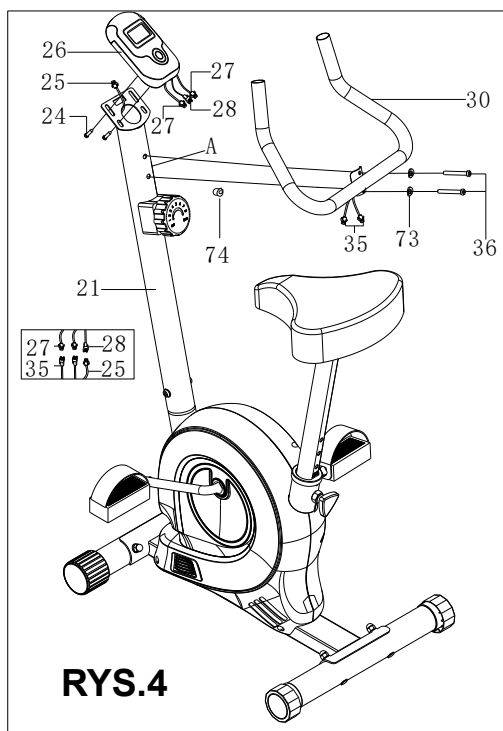

RYS.3:
Połącz przewód oporu (18) z pokrętłem oporu (33) jak na RYS.3